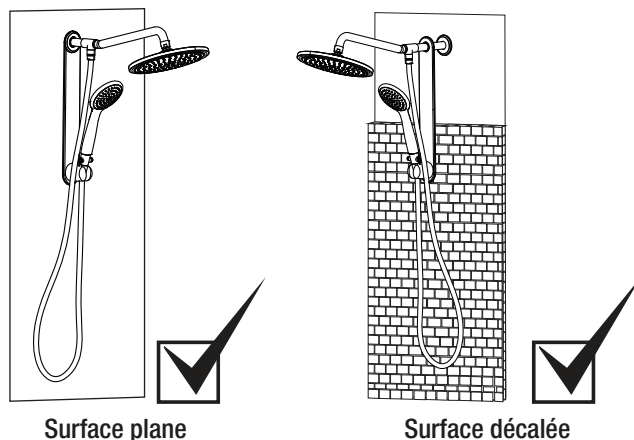

Fig. 1
1. Installation sur une surface plane et une surface décalée d'au plus 1 1/2" (38 mm), voir Fig. 1.